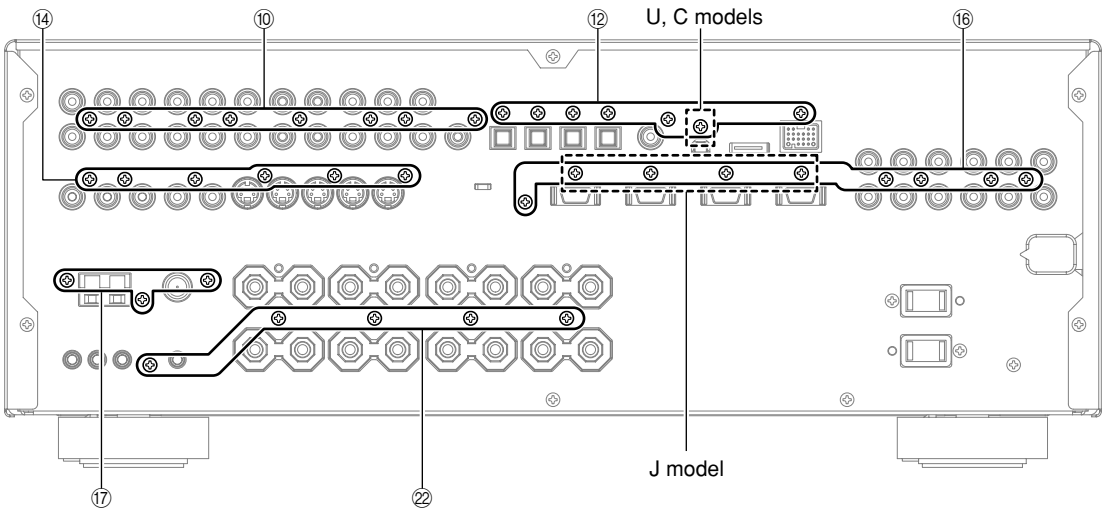

Fig. 4
- b. Remove 5 screws (⑯). (Fig. 4)
- a. Remove 3 screws (⑰). (Fig. 4)
- c. Remove 5 screws (㉒). (Fig. 4)
- b. ⑯のネジ9本を外します。(Fig. 4)
- a. ⑰のネジ3本を外します。(Fig. 4)
- c. ㉒のネジ5本を外します。(Fig. 4)